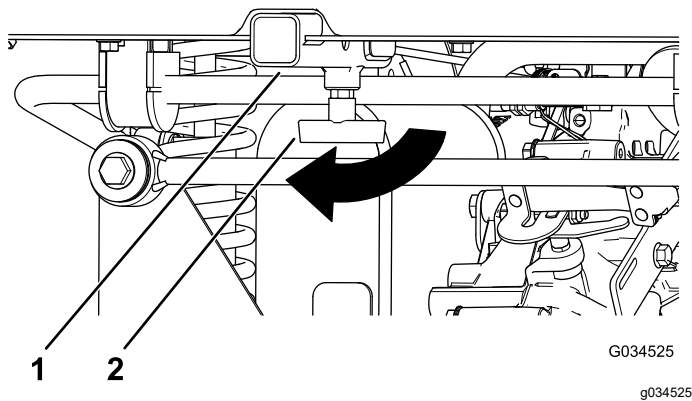

Figura 19
- Slăbii mânerul „T” prin rotirea acestuia în sensul acelor de ceasornic (Figura 19).
- Introduceți accesoriul în receptor până când orificiile se aliniază (Figura 19).